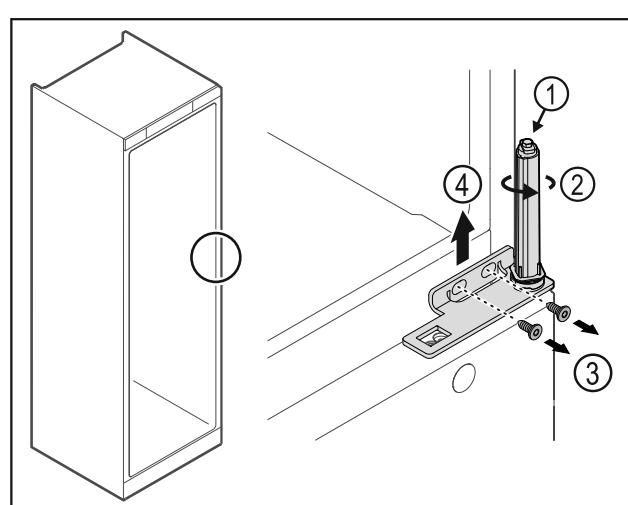

Fig. 27
- ▶ Nu dezasamblați sistemul de închidere al ușii Fig. 27 (1).
- ▶ Rotiți Fig. 27 (2) sistemul de închidere, până când face clic.
- Desfaceți șuruburile Fig. 27 (3), detaşați colțarul balamalei în sus Fig. 27 (4).